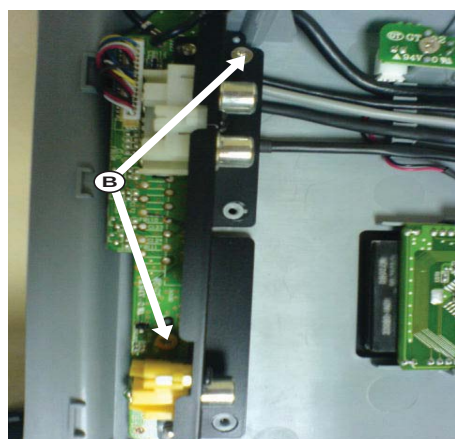

Figura 2
- 1) Solte os 2 parafusos "B" (S2 x2) como mostra a figura 2 e os 2 parafusos "C" (S8x2) como mostra a fig. 3 para liberar o painei Scart.